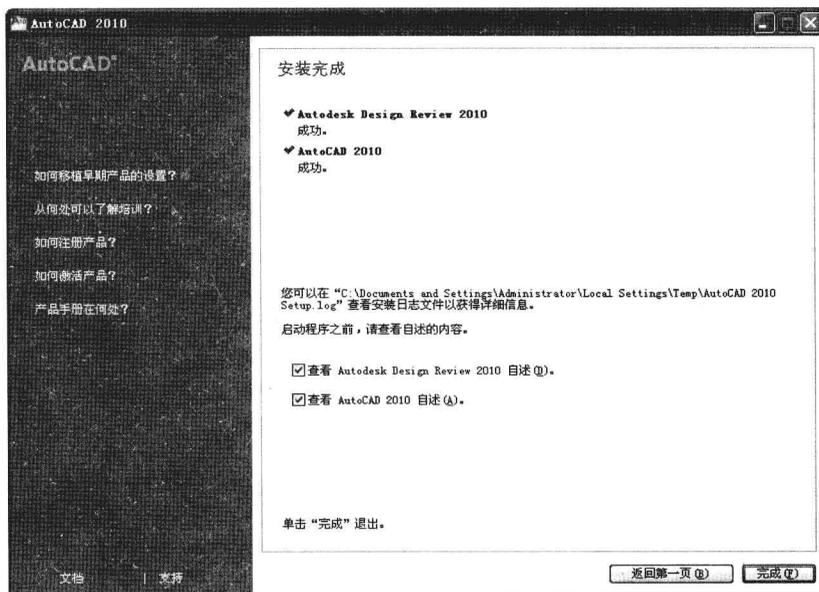

图 1-2-8
(8) 当对话框提示安装完成后, 单击“完成”按钮, 如图 1-2-8 所示。